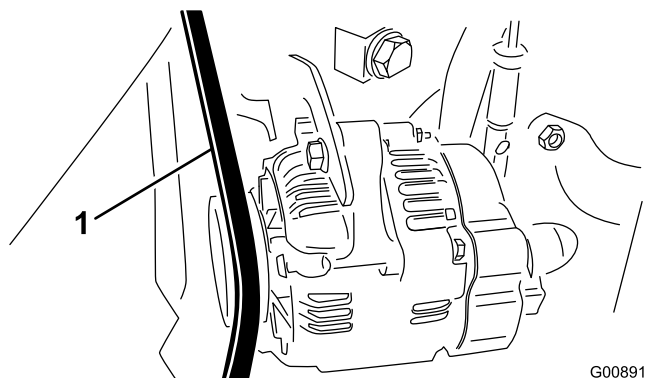

Figure 69
2. Contrôlez la tension de la courroie d'alternateur/de ventilateur en exerçant une force de 30 Nm à mi-chemin entre les poulies d'alternateur et de vilebrequin (Figure 69).